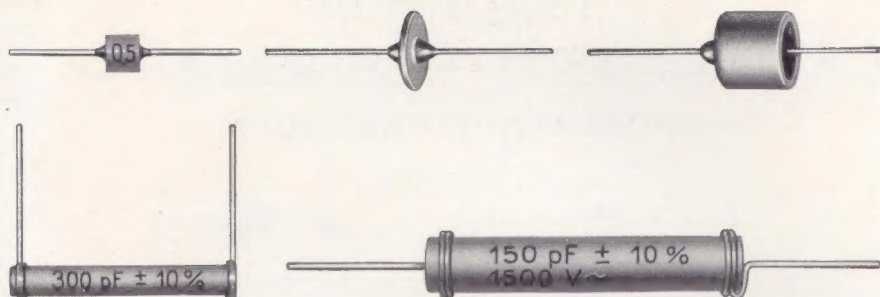

Abbildung 3
**BAUFORMEN.** Nach ihrer Formgebung gliedern sich, Abb. 3, unsere keramischen Rundfunk-Festkondensatoren in PERL-, SCHEIBEN-, HÜTCHEN-, HALM- UND RÖHRCHEN-KONDENSATOREN.